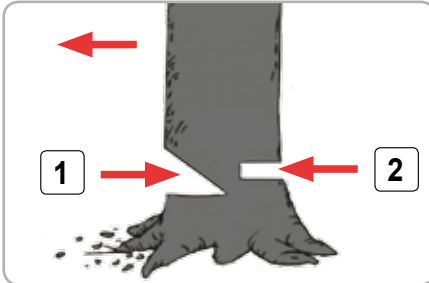

Fig.9
Doborârea copacilor (Fig.9):
- Luați în calcul căderea copacului și tăiați o pană într-o treime din diametrul copacului (Fig.9, poz.1).
- Efectuați o tăietură de separare la un nivel deasupra penei de coborâre din direcția opusă (Fig.9, poz.2).